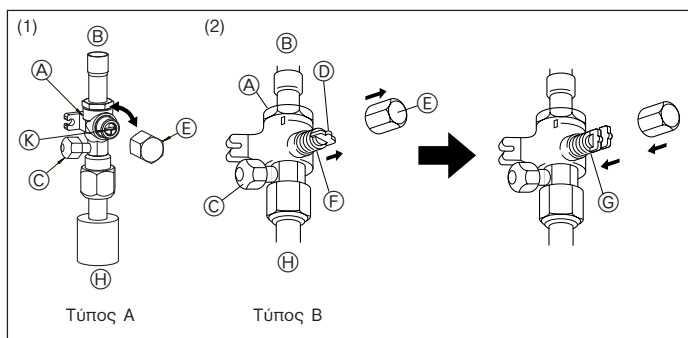

Fig. 4-6
- ① Τύπος A (Fig. 4-6)
- ① Αφαιρέστε την τάπα και κατόπιν κάντε περιστροφή 90 μοιρών προς τα αριστερά με ίσο κατασβίδι για πλήρες άνοιγμα.
- ② Ελέγξτε ότι οι βαλβίδες είναι τελειώς ανοιχτές και στη συνέχεια επαναφέρετε την τάπα στην αρχική της θέση και σφίξτε την.
- ② Τύπος B (Fig. 4-6)
- ① Βγάλτε το καπάκι, τραβήξτε τη λαβή προς την πλευρά σας και περιστρέψτε κατά το $1/4$ της στροφής προς τα αριστερά για να ανοίξει.
- ② Βεβαιωθείτε ότι η βαλβίδα διακοπής είναι εντελώς ανοιχτή, πιέστε μέσα τη λαβή και περιστρέφοντας επαναφέρετε το καπάκι στην αρχική του θέση.